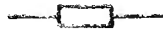

Рис. 2
**Резистор** — радиоэлектронный элемент, обладающий электрическим сопротивлением, т. е. свойством препятствовать прохождению через него электрического тока. В электронных устройствах резисторы используются для обеспечения требуемых напряжений и токов. Единицей измерения сопротивления является ом (Ом). Производные единицы: килоом (кОм), равный 1000 Ом, мегаом (МОм), равный 1000 кОм или 1 000 000 Ом. Резистор, сопротивление которого неизменно, называется постоянным. Обозначение постоянного резистора на схеме электрической принципиальной показано на рис. 2.